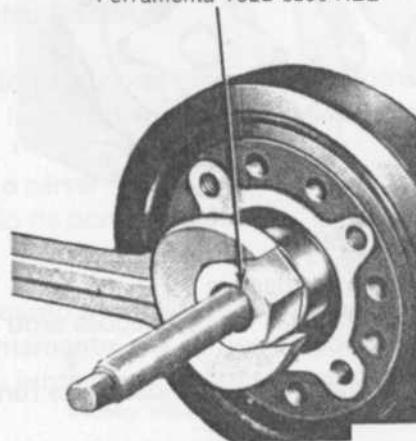

fig. 27
- Alinhar o rasgo para a chaveta do amortecedor de vibrações, com a chaveta da árvore de manivelas. Instalar o amortecedor de vibrações na árvore de manivelas (fig. 27); instalar o parafuso e a arruela de retenção. Apertar o parafuso com o torque especificado. Instalar a polia da árvore de manivelas